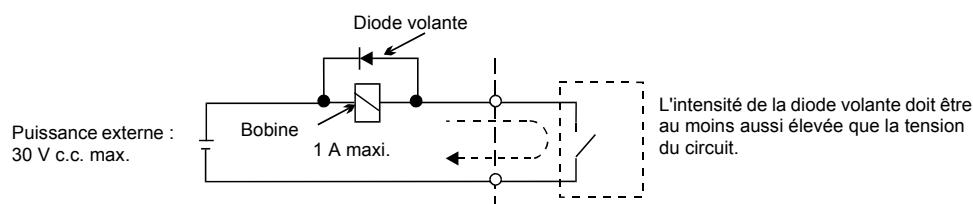

Fig 3 Connexion de la diode volante
*2. Lors de la manipulation d'une charge réactive, telle qu'une bobine de relais alimentée en c.c., toujours insérer une diode volante comme illustré à la Fig 3.